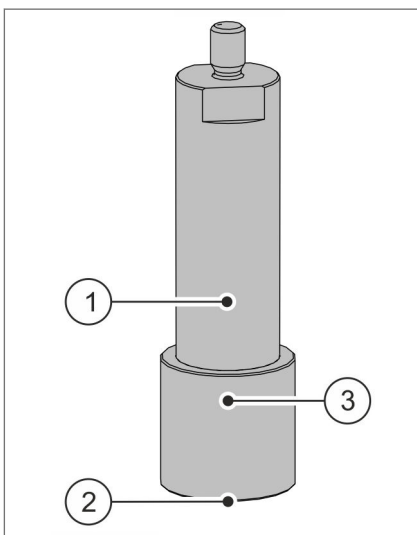

Abb. 46 Verkorkerstempel mit Verkorkerkopf und Kronkorkenhalter
04. Drehen Sie den Verkorkerkopf und den Kronkorkenhalter vom Verkorkerstempel (Abb. 46) und entfernen Sie Getränkereste. Drehen Sie den Verkorkerkopf wieder auf den Verkorkerstempel.